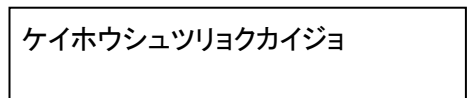

図 9-29 警報出力解除メニュー
- ・ 任意の警報出力先につき、手動で警報出力を解除できます。(図 9-29)
- ・ 警報解除実行/中止後、図 9-29 の状態に戻ります。他の警報出力先についても警報解除したい場合は、上記の手順を繰り返してください。